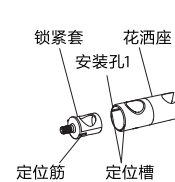

图1
- (2) 通水清除供水管路内的杂质及污泥, 然后在曲脚上缠足生料带后旋入供水管道接头内, 需保证安装后的曲脚间距150mm且水平及高度齐平。
- (3) 将圆形装饰盖旋在曲脚上, 贴紧墙面。再将滤网垫片放入恒温主体的六角螺母内后与曲脚旋紧固定。
- (4) 将分水阀体通过螺母与恒温淋浴主体螺纹连接固定, 安装时确保切换把手固定在左侧且竖直。(适用ASH2541CH/93)
- (5) 安装花洒座
- 将锁紧套通过定位槽插入安装孔1内 (见图1);